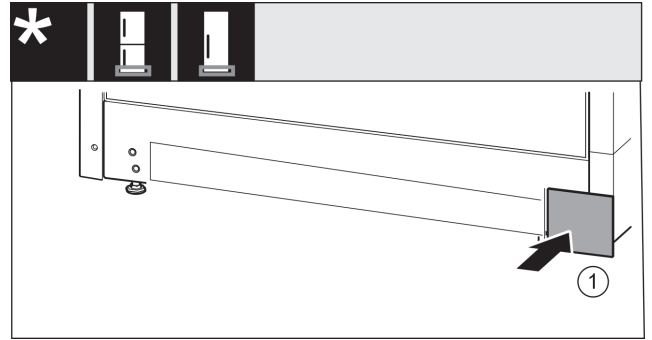

Fig. 16
- ▶ Volver a colocar la cubierta en el otro lado. *Fig. 16 (1)*